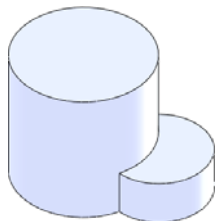

图 5-71 打开抽壳文件
- 01 打开素材库中的“第 5 章/5-9 抽壳.sldprt”文件，如图 5-71 所示。